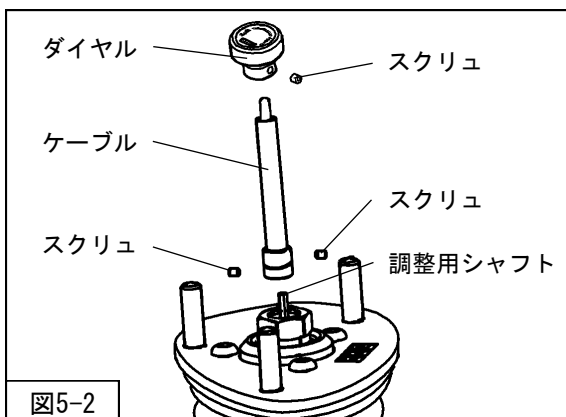

図5-2
2. 減衰力調整ケーブル（同梱品）からダイヤルを取外し、リアサスペンションASSY先端の調整用シャフトにケーブルを取付けてください。（図5-2）
3. 調整用シャフト側面の平面部にスクリュの位置を合わせ、ケーブルを固定してください。スクリュの締付けは六角レンチ（1.5mm・同梱品）を使用してください。（図5-2）
5. ケーブルにダイヤルを取付け、スクリュで固定してください。スクリュの締付けは六角レンチ（1.5mm・同梱品）を使用してください。（図5-2）